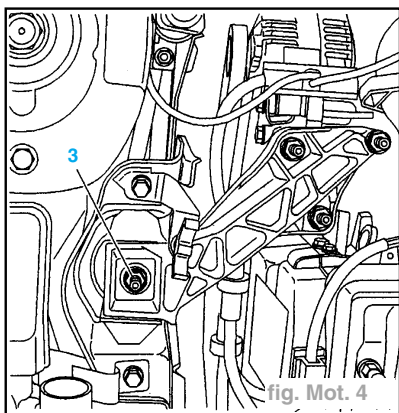
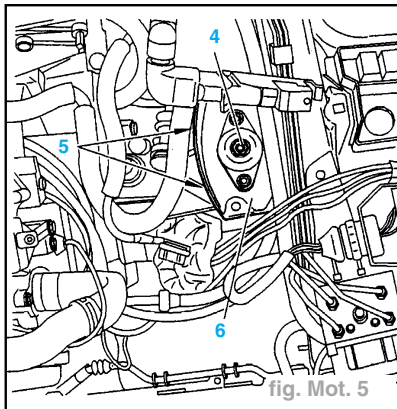

fig. Mot. 4
fig. Mot. 5
- Déposer l'écrou (3) (fig. Mot. 4).
- Déposer (fig. Mot. 5) :
- l'écrou (4),
- les vis (5),
- le support (6).
- Reposer (fig. Mot. 5) :
- le support (6),
- les vis (5) serrage à **2,5 daN.m**,
- Serrer l'écrou (4) serrage à **6,5 daN.m**,
- l'écrou (3) serrage à **4,5 daN.m** (fig. Mot. 4),